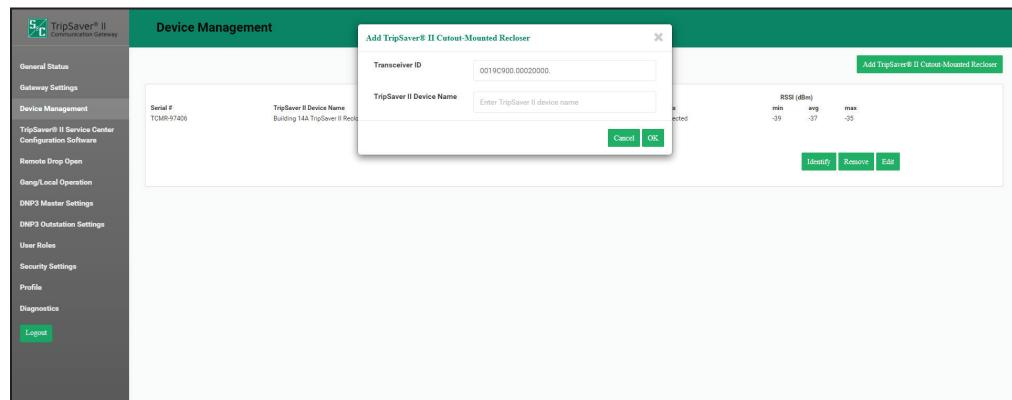

Figura 10. Pantalla de Gestión de Dispositivos.
**PASO 4.** Vaya a la pantalla *Gestión de Dispositivos*. Ver Figura 10.